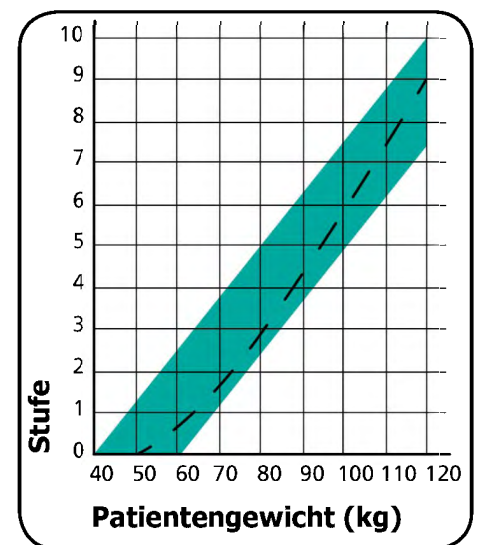

Abbildung 10
8. Anschließend stellen Sie die Leistungsstufe ein. Die optimale Leistungsstufe hängt von mehreren Faktoren ab. Hierzu gehören in erster Linie das Patientengewicht und die Auflagefläche des Patienten. Für die Einstellung kann Ihnen das Diagramm (siehe Abbildung 10) einen ersten Anhaltswert liefern. Dieser Wert dient nur als Richtwert zur groben Druckeinstellung und gibt keine genaue Angabe für das Einsinkverhalten des Körpers.